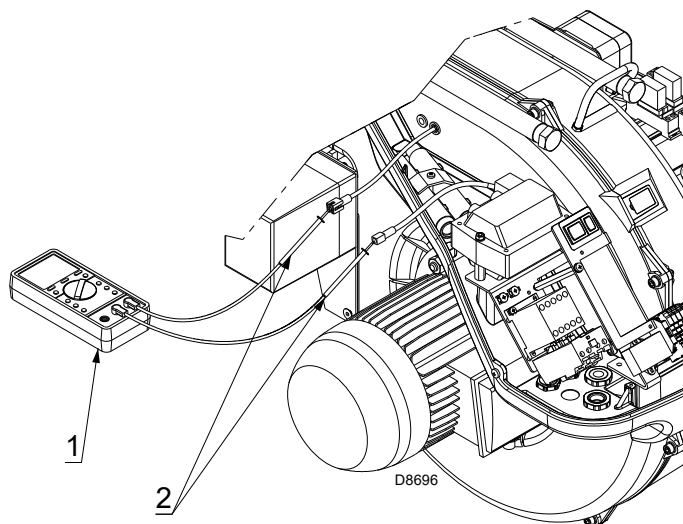

Fig. 35
Si, de todas formas, se quisiera medir la corriente de ionización hay que desconectar la clavija-toma (2)(Fig. 35) colocada en el cable de la sonda de ionización e introducir un microamperímetro 1)(Fig. 35) para corriente continua de 100 μ A final de la escala.